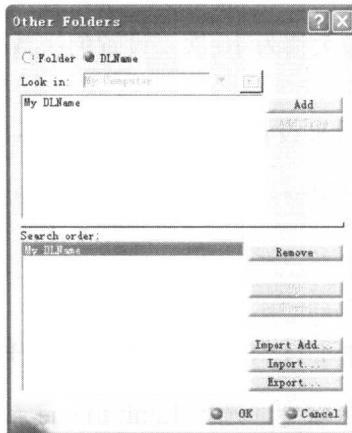

图 1-9 用户自定义文件夹
**Activate** 按钮可用，表示没有应用该策略，单击该按钮可以应用该策略。**Up** 和 **Down** 按钮用来重新排列各种策略，只有选中 Other Folders 策略时 **Configure...** 按钮才可用，单击该按钮可以设置用户自定义文件夹。如图 1-9 所示。